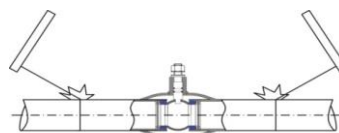

рис.1
3. При приварке к горизонтальному трубопроводу для предотвращения возможного повреждения полированной поверхности шара кран должен находиться в положении «открыто» (рис.1).